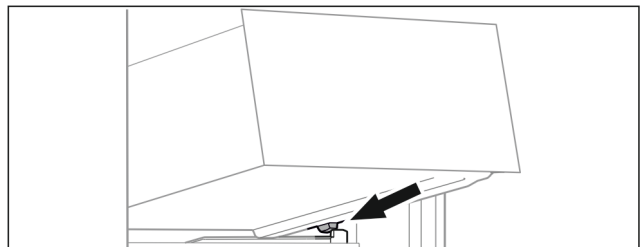

Fig. 31
- ▶ Schubfach schräg hinter den Stoppere auf Behälterrippe aufsetzen. (siehe Fig. 31)